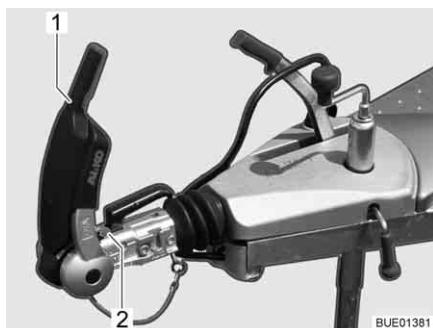

Fig. 121 Indicatore (guarnizioni di attrito davanti e dietro) BUE01381
- Aprire la maniglia di stabilizzazione (Fig. 121,1).
Il controllo avviene mediante l'indicatore che si trova davanti alla maniglia del gancio (Fig. 121,2).